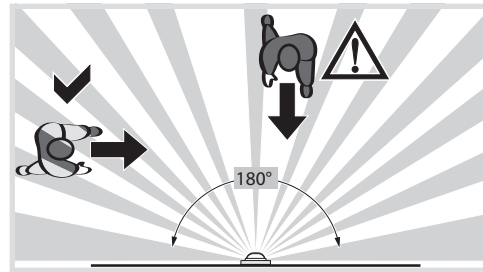

Figura 6: direção de movimento e detecção
- Ter em atenção o sentido do movimento: a distinção é feita entre „movimento frontal“ e „movimento transversal“. Movimentos transversais ao detector de movimento podem ser detectados de melhor forma que os movimentos na direcção do detector de movimento (figura 6).